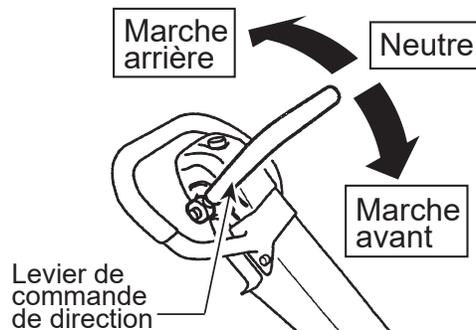

Figure 21. Levier de commande de direction
3. En utilisant le levier de commande de direction, faites avancer ou reculer la machine (Figure 21). Quand le levier de commande de direction est poussé vers l'avant, la machine avance. Quand il est tiré en arrière, la machine recule.